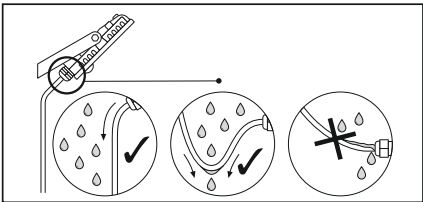

Рис. 5
- 5.15 Обратит внимание на правильность расположения кабеля относительно кабельного ввода на корпусе светильника (рис. 5).